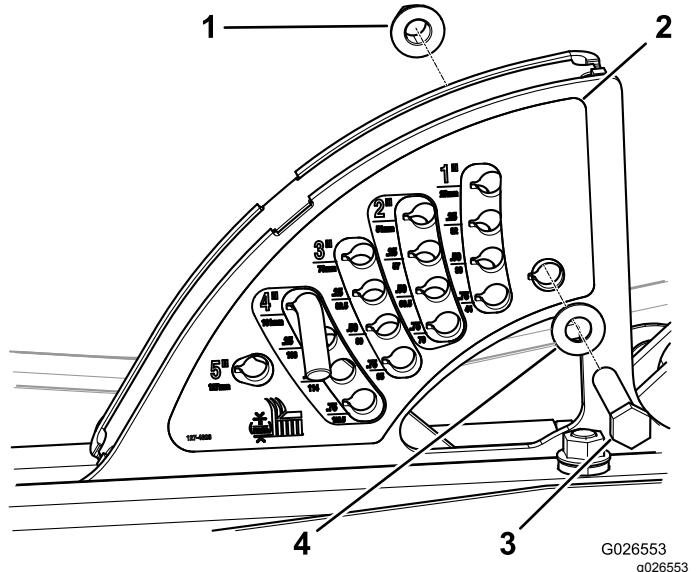

Bild 6
\(Bild 6\).
4. Setzen Sie die Schraube ($\frac{1}{2}'' \times 2\frac{3}{4}''$), die Flachscheibe und die Sicherungsmutter ($\frac{1}{2}$ ") in das untere hintere Loch des neuen Aufklebers ein, wie in Bild 6 abgebildet.